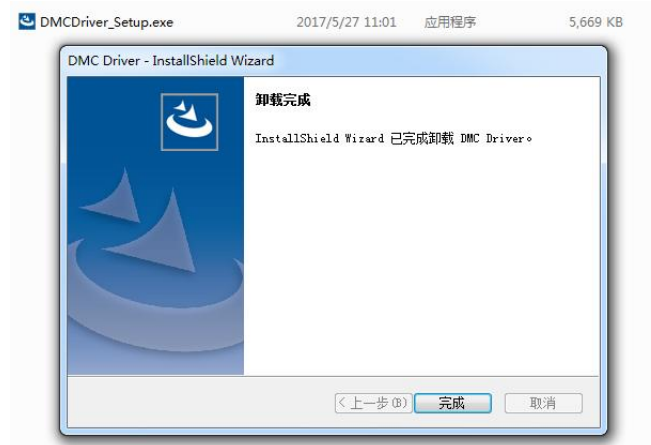

图 4.16 完成驱动程序的卸载
3、卸载完成后，显示界面如图 4.16 所示，点击“完成”，完成卸载。